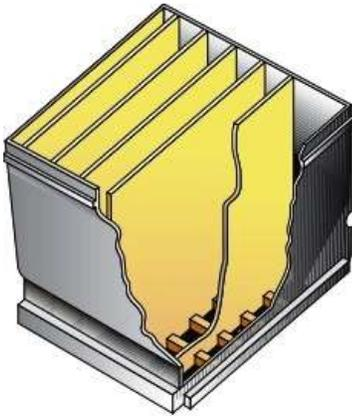

FIGURA 3. Caja o recipiente de una batería
**Caja o recipiente:** fabricada en polipropileno de alta resistencia, cumple la función de soportar o contener todos los componentes que permiten el proceso electroquímico de la batería. Ver figura 3.